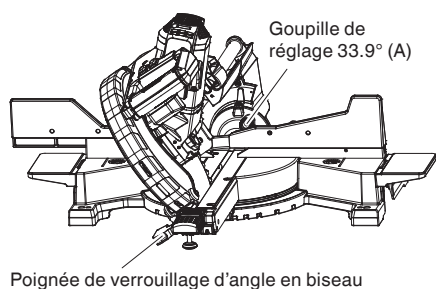

Fig. 28
#### 6. Goupille de réglage 33.9° (A) pour moulure de corniche (Fig. 28)
- (1) Pousser la goupille de réglage d'angle en biseau (A) vers l'arrière de la machine.
- (2) Serrer la poignée de verrouillage d'angle en biseau.
- (3) Incliner la tête de coupe jusqu'à ce que la goupille de réglage (A) arrête l'angle en biseau à 33.9° sur l'échelle de biseaux.
- (4) Serrer la poignée de verrouillage d'angle en biseau pour verrouiller la tête de coupe sur la position. (voir Fig. 28)